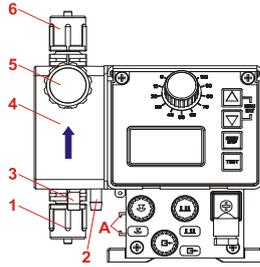

Fig. 5.1 Structure EMP II E60 (de l'avant)
D) Pour purger simplement la pompe doseuse, le raccord de purge (voir au chapitre 5, Fig. 5.1, Pos. 3) devrait être amené vers le réservoir d'agent de dosage au moyen d'une conduite séparée.